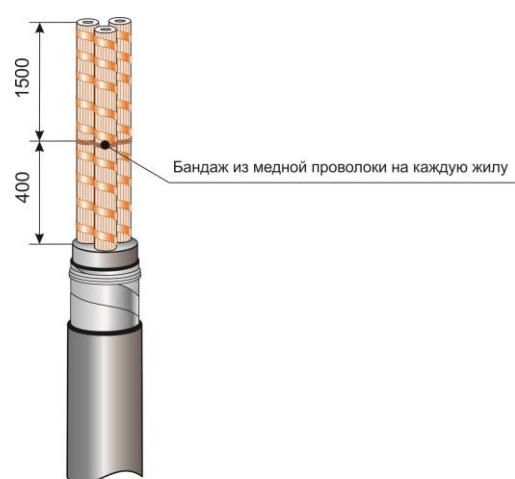

Рис.4
4. Развести жилы кабеля, на расстоянии 1500мм от конца каждой жилы наложить бандаж из 2-3 витков медной проволоки (Рис.4).